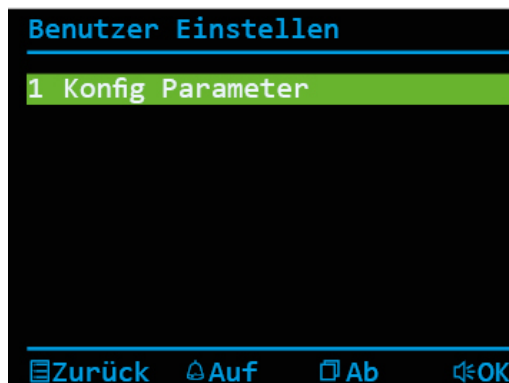

Abb. 35: Parametereinstellungen
- ▶ Bestätigen Sie mit der Sprechentaste  die Auswahl des Menüs *Konfig Parameter* (Abb. 35).